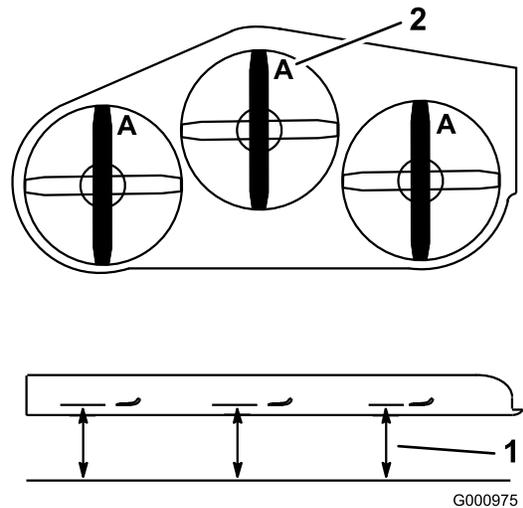
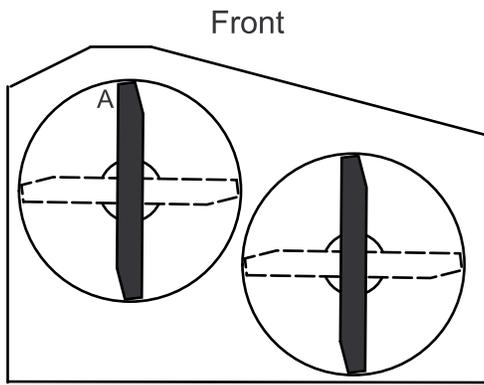

Figura 78
Figura 79
3. Con la máquina ubicada en una superficie nivelada, coloque una cuchilla en posición longitudinal. Mida en la posición **A** desde una superficie nivelada hasta el filo de corte de los extremos de la cuchilla (Figura 78). Para carcasas de corte de 36 pulgadas, consulte la Figura 79.